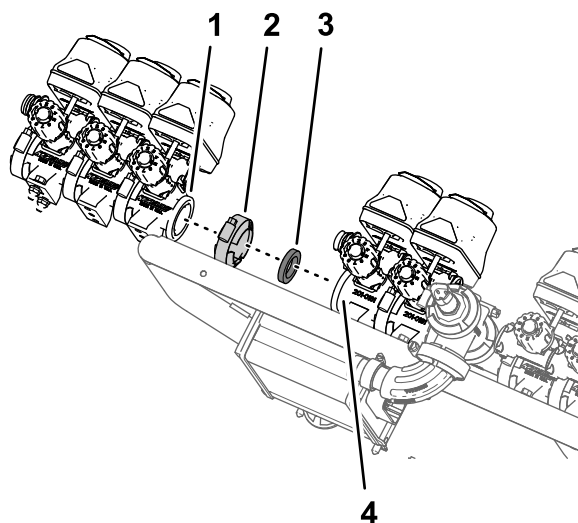

Рисунок 103
1. Установите 3 клапана секций (Рисунок 103), снятых при выполнении пункта 8 в разделе Демонтаж клапанов секций с крепления коллектора \(страница 35\), на фланец клапана 7 узла клапана опрыскивателя с помощью фланцевого хомута и прокладки, снятых при выполнении пункта 4 в разделе 13 Демонтаж клапанов секций стрелы \(страница 32\).